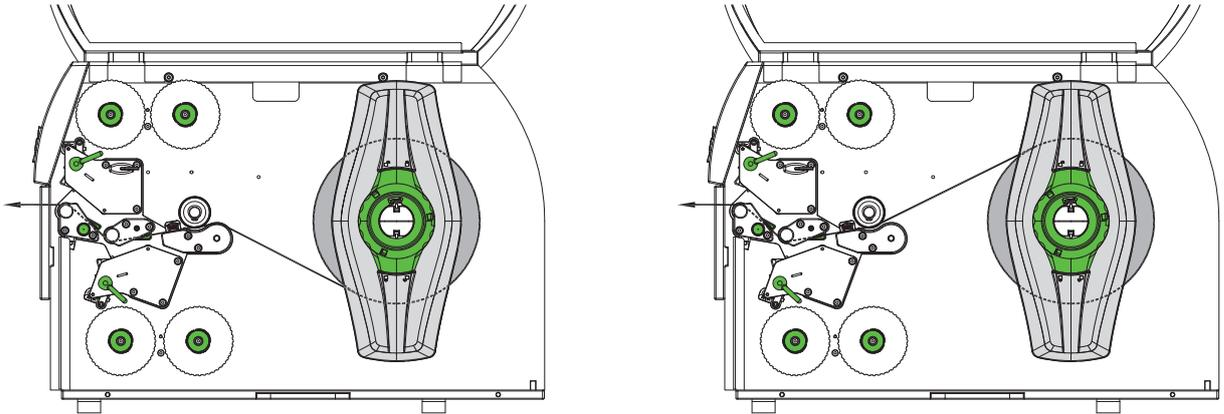
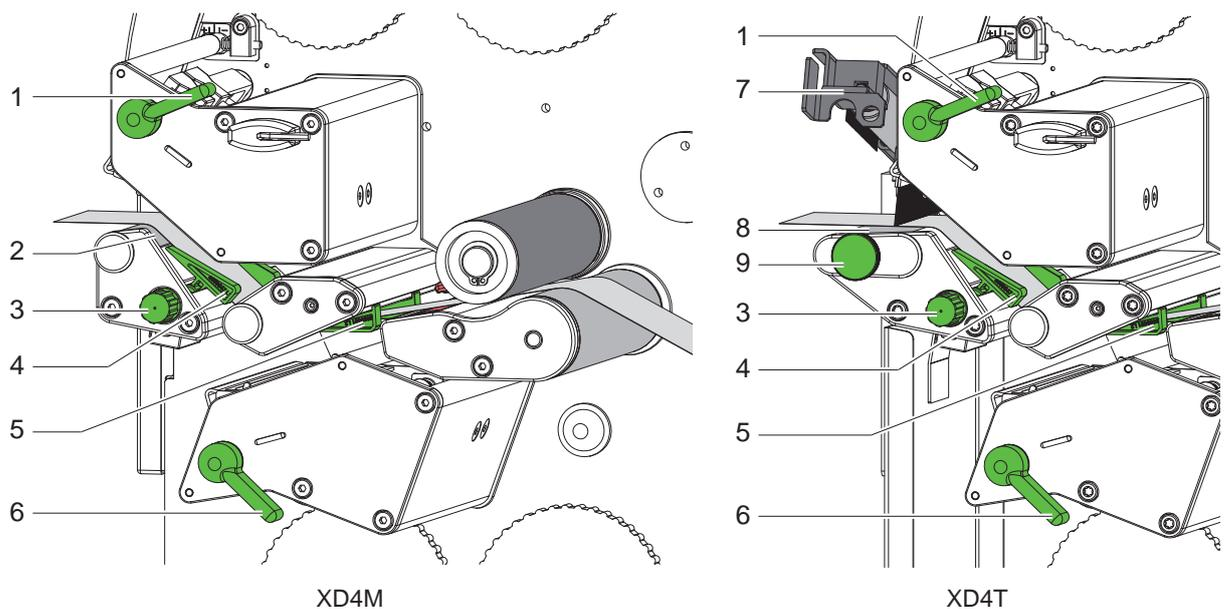

Figure 9 Passage de la matière, enroulement externe (gauche) et interne (droite)
Figure 10 Insertion de la matière à travers le mécanisme d'impression
1. Dérouler une bande d'étiquettes d'environ 50 cm du rouleau et guider celle-ci d'après la figure 9 jusqu'au mécanisme d'impression.
2. uniquement sur XD4T : tirer le doigt d'indexage (9). Le système de pression (7) bascule vers le haut.
3. Tourner le levier (1) dans le sens inverse des aiguilles d'une montre et le levier (6) dans le sens des aiguilles d'une montre pour déverrouiller les deux têtes d'impression.
4. Desserrer les guides (4,5) en tournant les boutons (3) afin que la matière puisse passer entre eux.
5. Guider les étiquettes à travers les deux mécanismes d'impression d'après la figure 10 jusqu'au rouleau d'impression supérieur (2/ XD4M) resp. jusqu'au rouleau de traction (8 / XD4T) en passant entre les guides (4,5).
6. Replacer les guides contre la matière en tournant le bouton (3).
8. uniquement sur XD4T : tirer le doigt d'indexage (9). Pousser le système de pression (7) vers le bas et le verrouiller avec le doigt d'indexage.